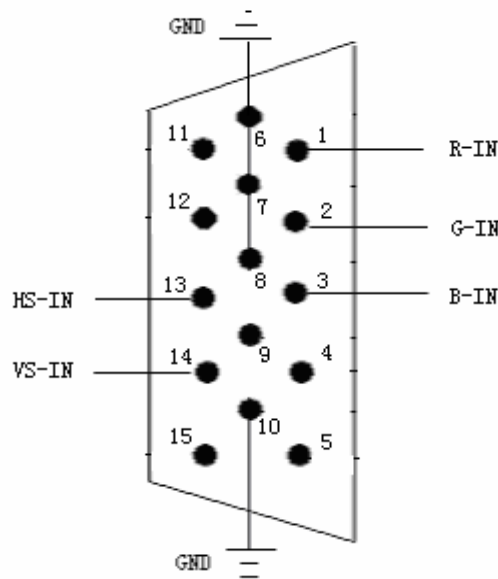

图 4: JP1 插座定义
- a) **JP1**: 分量 R、G、B 信号输入 15 针插座，定义如如图 4;